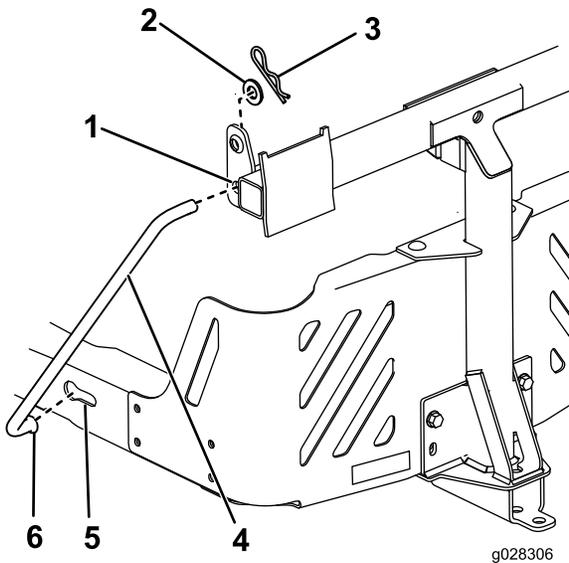

Figure 14
- Insérez l'extrémité évasée et coudée d'une tige dans le trou à détrompeur sur le côté gauche du cadre de la machine, et déplacez la tige vers l'arrière pour l'enclencher dans le cadre (Figure 14).
- Insérez l'extrémité coudée de chaque tige dans le support de fixation de l'accessoire, comme montré à la Figure 14, et fixez-la avec une rondelle et une goupille fendue.